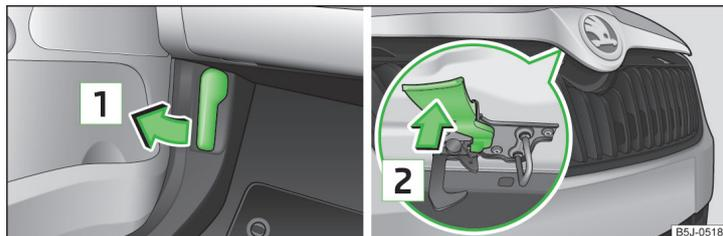

Fig. 132 Palanca de desbloqueo del capó del vano motor / palanca de desbloqueo
- Tirar de la palanca de desbloqueo ubicada debajo del tablero de instrumentos en dirección a la flecha **1** » fig. 132.
Nunca abrir el capó del vano motor con la palanca de desbloqueo » fig. 132.